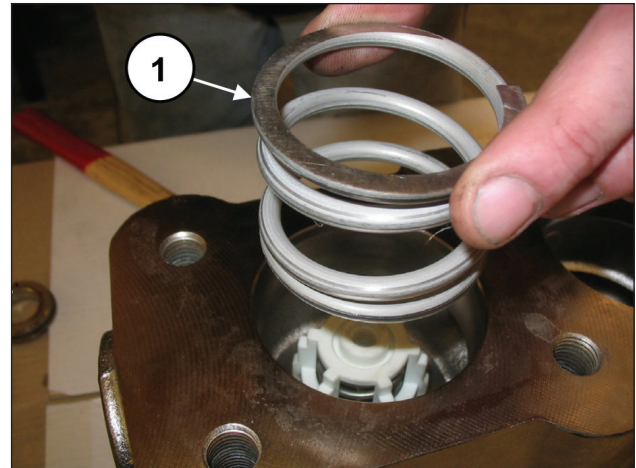

Abb. 91
Entfernen Sie die Feder (Pos. ①, Abb. 91).